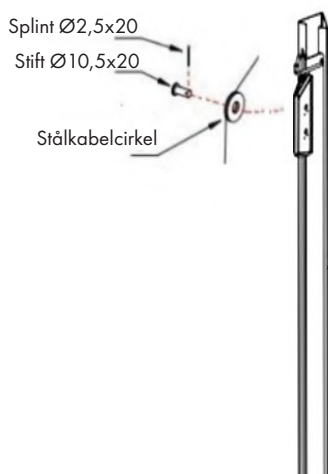

Bild 15
- Ta kabeln som är lindad runt vinschhjulet och för den genom den övre delen av teleskopaggregatet enligt Fig.15.